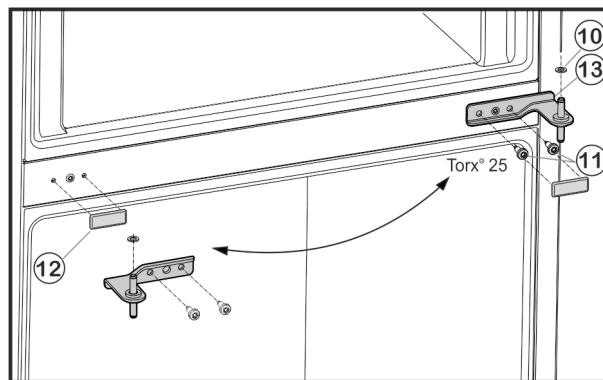

Fig. 6
- ▶ Odvijte pričvrzne vijke Fig. 6 (11) (2 puta Torx® 25) i izvucite podložak ležaja u sredini iz donjih vrata.
- ▶ Skinite plastičnu pločicu Fig. 6 (10).
- ▶ Oprezno skinite poklopac Fig. 6 (12).
- ▶ Ponovo stavite poklopac Fig. 6 (12) na suprotnoj strani.
- ▶ Podložak ležaja u sredini *Fig. 6 (13)* umetnite u donja vrata okrenut za 180° pa ga pričvrsnim vijcima *Fig. 6 (11)* (2 puta Torx® 25) **pritegnite čvrsto (s 4 Nm)** na novu stranu šarki.
- ▶ Ponovo postavite plastičnu pločicu *Fig. 6 (10)*.
- ▶ Stavite gornja vrata na podložak ležaja u sredini *Fig. 6 (13)*.